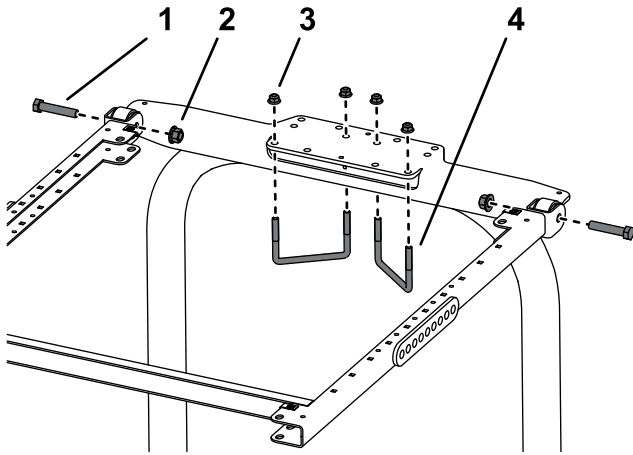

Bild 9
6. Befestigen Sie die Befestigungshalterung des Überrollschutzes an der Oberseite des Überrollbügels des Sprühdurchlaufes (**Bild 9**).
7. Befestigen Sie den Rahmen an der Befestigungshalterung des Überrollschutzes (Bild 9).